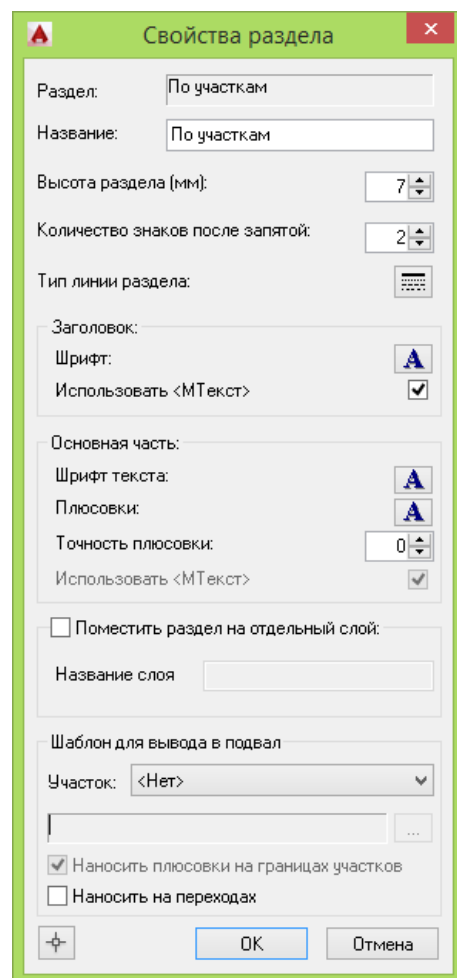

Рис. 75. Создание пользовательского раздела подвала *По участкам*.
3. В диалоговом окне *Свойства раздела* (см. Рис. 75) указать название, задать настройки текста (шрифт, цвет, выравнивание, поворот и др.).